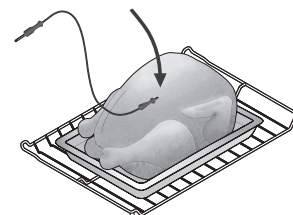

Figure 15 : Sonde insérée dans la partie la plus épaisse de la poitrine
- Pour de la volaille ou de la dinde entière, insérez la sonde complètement dans la partie la plus épaisse de la poitrine (voir Figure 15).